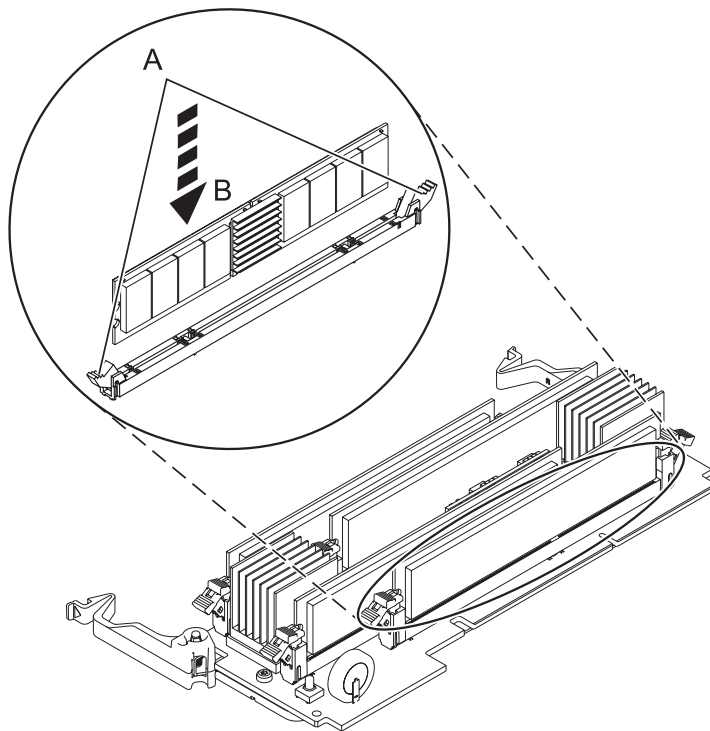

Figure 5. Installation d'un module de mémoire
12. Vérifiez que les languettes de verrouillage du connecteur (**A**) sont en position ouverte, comme indiqué dans la figure 5, à la page 12, avant d'installer un nouveau module de mémoire.